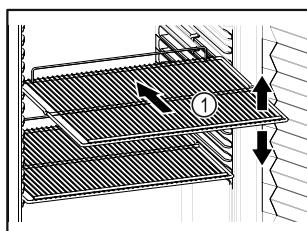

Fig. 58 例图
- 如果存放格栅 Fig. 58 (1) 可移动，则根据高度进行调整。